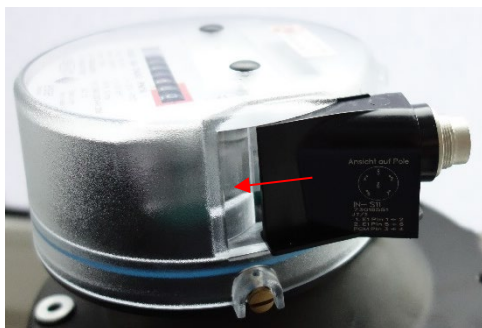

Fig. 1 | Installation IN-Sxx
- Impulsgiverversionerne IN-Sxx skubbes sidelæns ind i tællerværkshovedets holder, indtil de går i indgreb (se fig. 1).